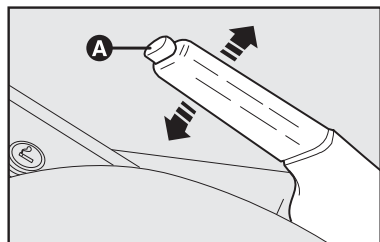

fig. 1
FRENO DE ESTACIONAMIENTO fig. 1
- 1) Levante un poco la palanca y presione el botón **A-fig. 1**.
- 2) Con el botón presionado baje la palanca. El señalador luminoso (B) se apaga.